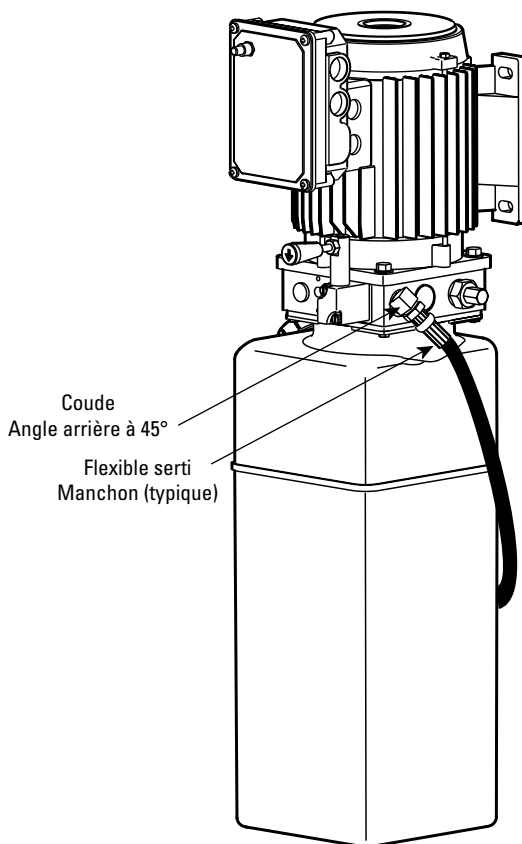
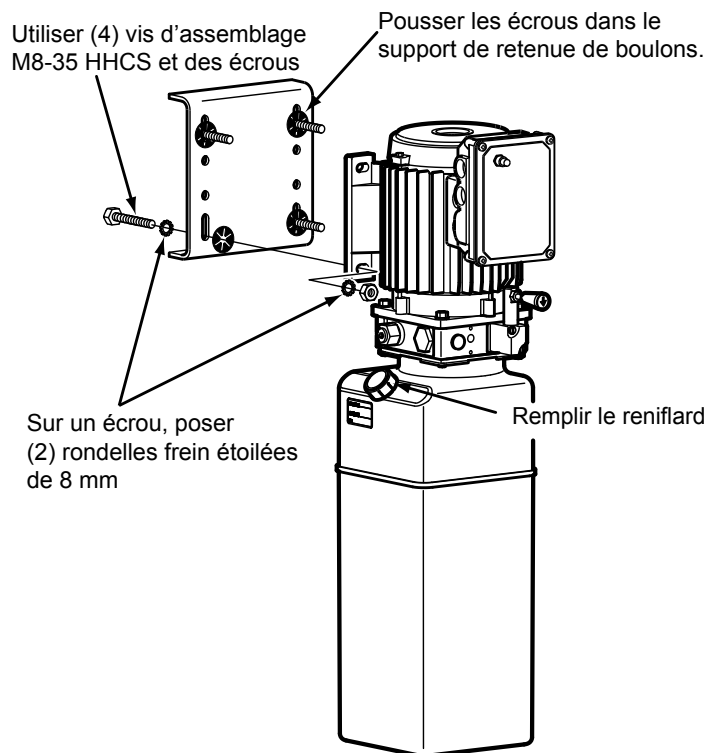
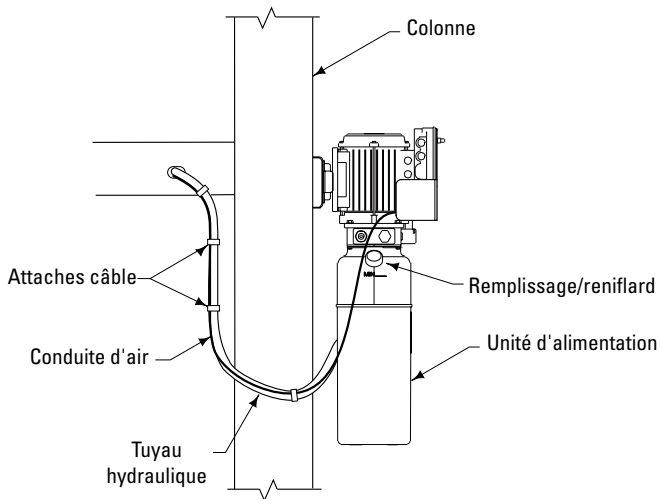

Fig. 17
Fig. 18
Fig. 19
- A. Poser (4) écrous hexagonaux M8-35 dans les trous du support de la colonne en utilisant des écrous capuchon pour les tenir en place.
- B. Installer l'unité d'alimentation avec le moteur vers le haut, Fig. 18 du support de la colonne et installer les rondelles de blocage ainsi que les écrous. Passer le tuyau hydraulique à partir du chemin de roulement en passant par la fente du chemin de roulement au port de sortie de l'unité d'alimentation, Fig. 19. NE PAS utiliser du ruban de téflon sur les raccords de tuyaux hydrauliques.
- C. Installer et serrer à la main le coude à la pompe jusqu'à ce que le joint torique soit en place et que le coude soit orienté vers le bas à environ 45°, Fig. 17. Serrer le contre-écrou au couple de 35-40 pi.lb (47-54 Nm). Poser l'étiquette ci-jointe sur l'unité d'alimentation, Fig. 18.
12. Remplissage de fluide hydraulique : La capacité du système est de seize (16) litres (quatorze (14) pintes). Utiliser du Dexron III ATF. Enlever remplissage/reniflard, Fig. 19. Verser quinze (15) litres (treize (13) pintes) de fluide. Remplacer remplissage/reniflard. Démarrer le moteur et lever le pont élévateur à pleine hauteur. Abaisser sur les loquets de verrouillage.
Remarque : Si remplissage/reniflard, Fig. 19, est perdu ou brisé, en commander une autre de remplacement.
Pour un essai de pression, faire monter le pont élévateur complètement et faire tourner le moteur pour environ 5 secondes. Arrêter et vérifier tous les raccords et les raccords de flexibles. Serrer ou sceller de nouveau au besoin. Abaisser le pont élévateur. Si remplissage/reniflard, Fig. 19, est perdu ou brisé, en commander une autre de remplacement.